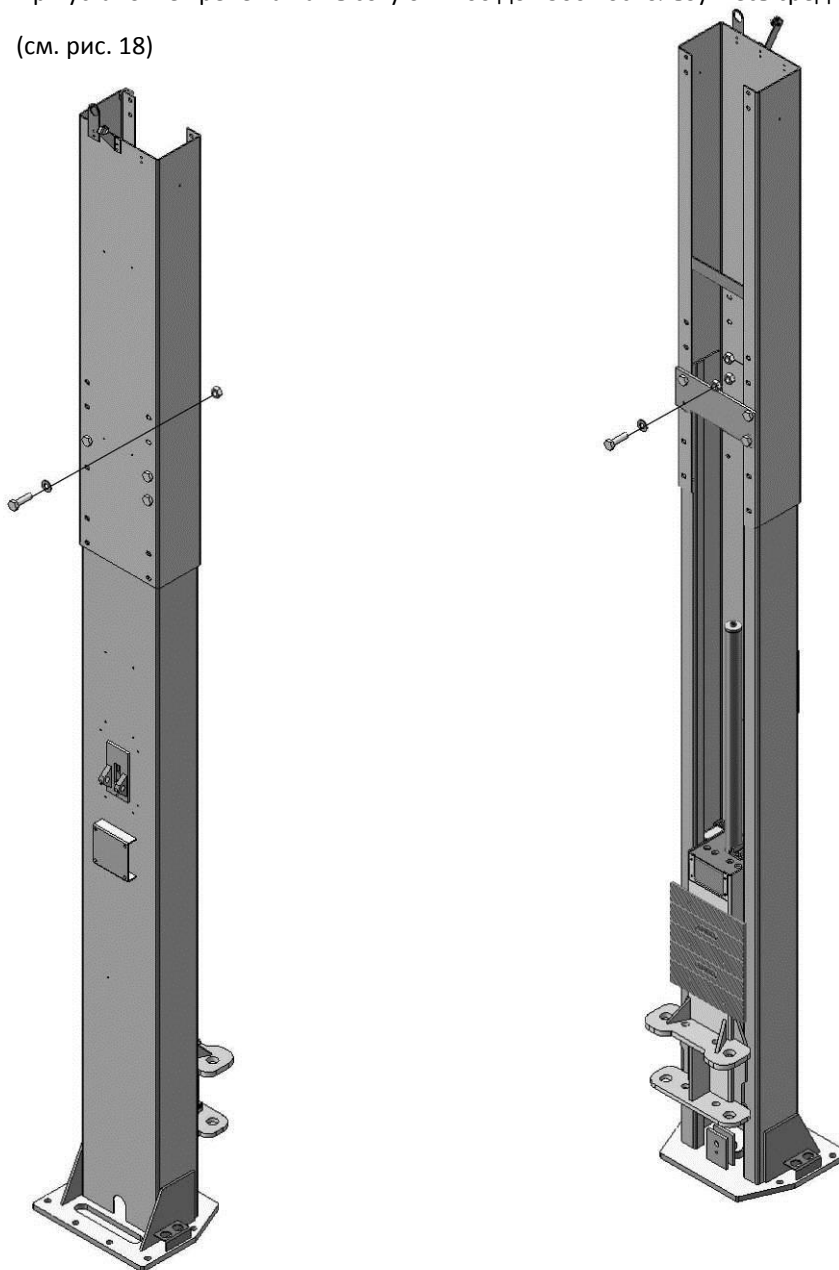

Рис.18
2. При установке крепежа на высоту от 4200 до 4500 воспользуйтесь средними отверстиями (см. рис. 18)